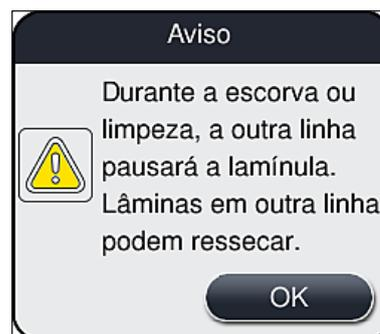
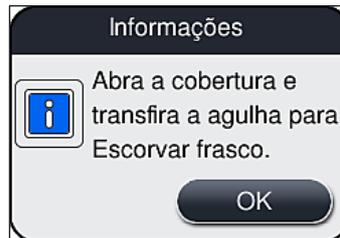

Fig. 95
Fig. 96
2. Depois disso, pressione o botão **Escorvar/Limpar** da respectiva linha da lamínula esquerda (→ Fig. 94-2) ou direita (→ Fig. 94-3) e confirme a mensagem de aviso com **OK** (→ Fig. 95).
3. Observe a seguinte mensagem de informações (→ Fig. 96).
5. Coloque a unidade de agulhas (→ Fig. 97-1) no frasco de escorvar (→ Fig. 97-3) e confirme a mensagem de informações (→ Fig. 96) com **OK**.
4. Observe as mensagens de informações a seguir (→ Fig. 95), (→ Fig. 96) e (→ Fig. 100) e confirme cada uma com **Ok**.